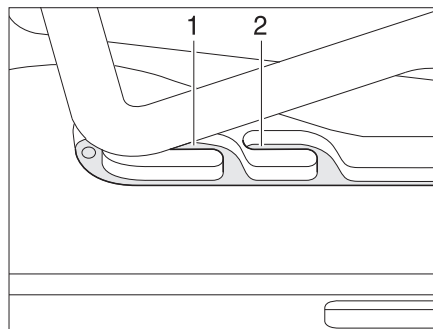
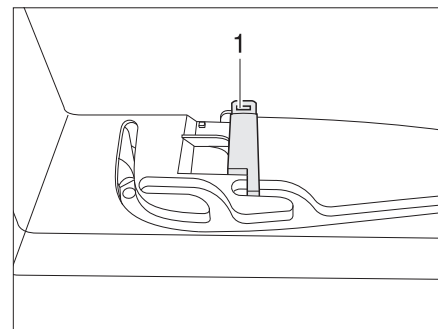

Fig. 44 Claraboya Heki en posición de ventilación
Fig. 45 Bloqueo de la posición de ventilación
La claraboya Heki se puede colocar en dos posiciones de ventilación: Posición de mal tiempo (Fig. 44,1) y posición mediana (Fig. 44,2). Según el modelo, la claraboya podrá ser bloqueada en la posición mediana con el pestillo (Fig. 45,1).
- Presionar el estribo ligeramente hacia arriba y empujarlo en la guía seleccionada (Fig. 44,1 ó 2) y, si fuera necesario, bloquearlo.